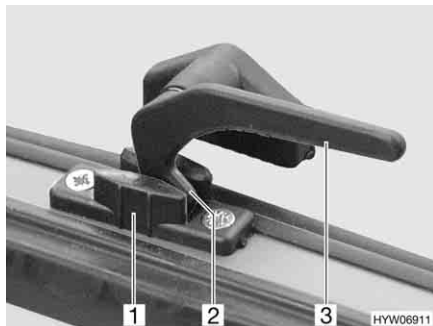
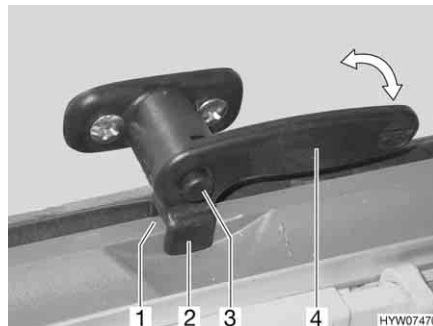

Bild 77 Låsarm utan låsknapp i läget "kontinuerlig vädning"
Bild 78 Låsarm med låsknapp i läget "kontinuerlig vädning"
- I läget "kontinuerlig vädning" (Bild 77 eller Bild 78)
- Tryck på låsknappen (Bild 78,3) vid behov och håll den nedtryckt.
- Sväng låsarmen (Bild 77,3 eller Bild 78,4) ett kvarts varv mot fönstrets mitt.
- Vrid tillbaka låsarmen. För därvid in låsspaken (Bild 77,2) i spåret på fönsterlåsspaken (Bild 77,1) eller fästdelen (Bild 78,2) på låsarmen i fönsterlåset (Bild 78,1).